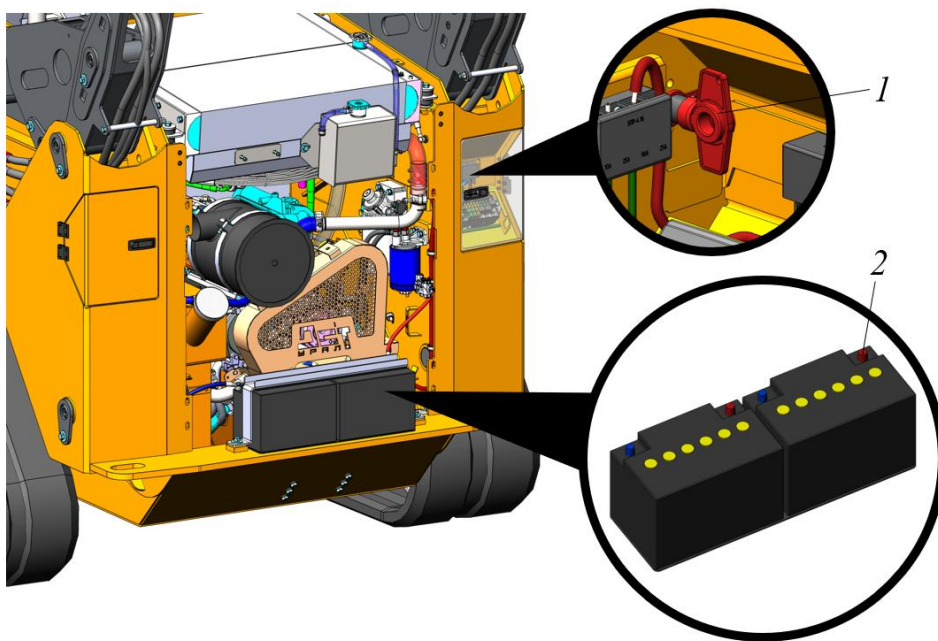

Рисунок 3.53. Подключение кабелей к разряженным аккумуляторным батареям
- ▶ Выключить питание (главный выключатель АКБ поз. 1, рис. 3.53) погрузчика с разряженными батареями.
Порядок подсоединения: Первый зажим кабеля подключить к положительному выводу «+» от внешнего источника. Второй зажим этого кабеля подключить к положительному выводу «+» (поз. 2, рис. 3.53) разряженной батареи погрузчика. Первый зажим второго кабеля подключить к отрицательному выводу «-» внешнего источника. Второй зажим этого кабеля подключить на корпус стартера или на корпус двигателя погрузчика. **Не допустить контакта полюсных зажимов положительного и отрицательного соединительных кабелей.**